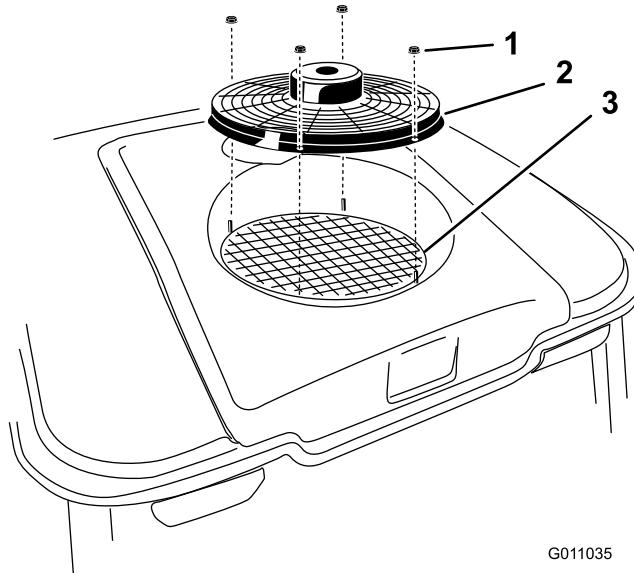

Figura 100
2. Retire las 4 tuercas que sujetan el ventilador al techo de la cabina, y retire el ventilador (Figura 100).
3. Limpie a fondo el serpentín del aire acondicionado con aire comprimido (Figura 100).